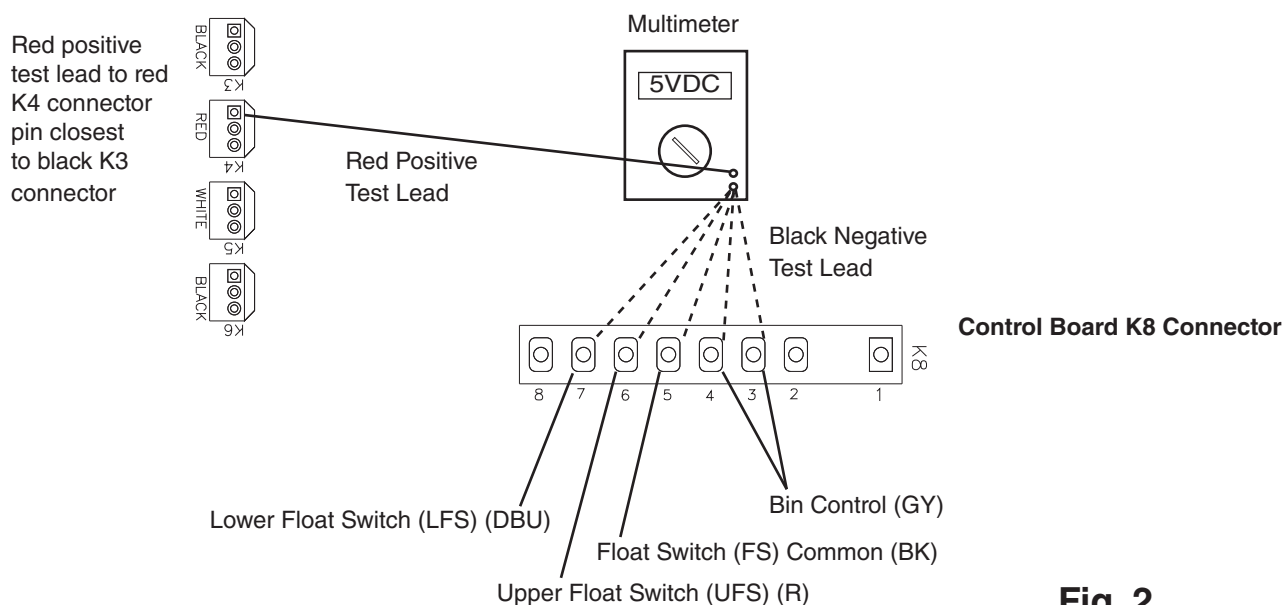

Fig. 2
• **5VDC CB K8 Connector:** See Fig. 2.